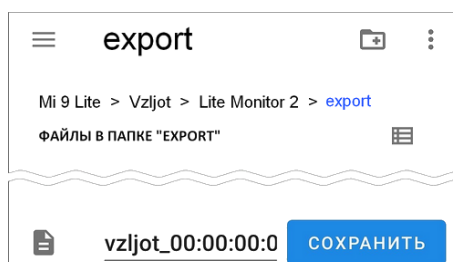

Рис.41. Возможный вид окна для выбора папки сохранения данных.
4.2.9.3. Для сохранения содержимого просматриваемого архива следует нажать кнопку **<ЭКСПОРТ АРХИВОВ>**. При этом, в зависимости от модели смартфона, появится окно, возможный вид которого показан на рис.41. Пользователю будет предложено выбрать папку для сохранения файла с данными архива. Сохраняемый файл имеет формат csv.